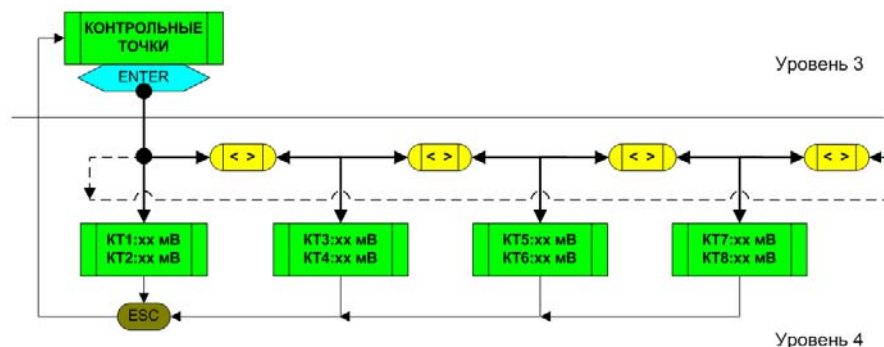

Рис. 3.3. Структурная схема раздела **«КОНТРОЛЬНЫЕ ТОЧКИ»** системного меню ПУ
На рис. 3.3. изображена структурная схема раздела **«КОНТРОЛЬНЫЕ ТОЧКИ»**, включающая 3 и 4-й уровни системного меню.
2.2.3.3. При минимальной чувствительности (коэффициенте усиления в тракте обработки) оценить уровень сигналов в различных контрольных точках платы БЭ. Для этого с помощью клавиш «ESC» и «←» из раздела «ТЕСТ» перейти в раздел «КОНТРОЛЬНЫЕ ТОЧКИ» (рис. 3.3.). Нажав «ENTER», перейти в подраздел «КТ1, КТ2», далее с помощью клавиш «→» или «←» наблюдать за другими подразделами («КТ3»...«КТ8»). На ЖК-индикаторе в течение 1...2 минут наблюдать сменяющиеся с каждым измерительным циклом (3 с) показания максимальных (по модулю) значений сигналов за это время, выраженные в мВ. Если БЭ функционирует в нормальном (штатном) режиме, то эти значения не должны выходить за пределы измерений, представленные в табл. 3.1.
2.Частота механического отклика СЗ на ветровую помеху незначительно, но все же зависит от скорости ветра и направления. Поэтому при измерении и дальнейшем усреднении результатов рекомендуется выбирать наиболее сильные порывы ветра и направление, перпендикулярное линии распространения СЗ. Такие порывы приводят к возникновению наибольших помеховых сигналов, которые можно контролировать в подразделе «КТ5» раздела «КОНТРОЛЬНЫЕ ТОЧКИ» (рис. 3.3.).